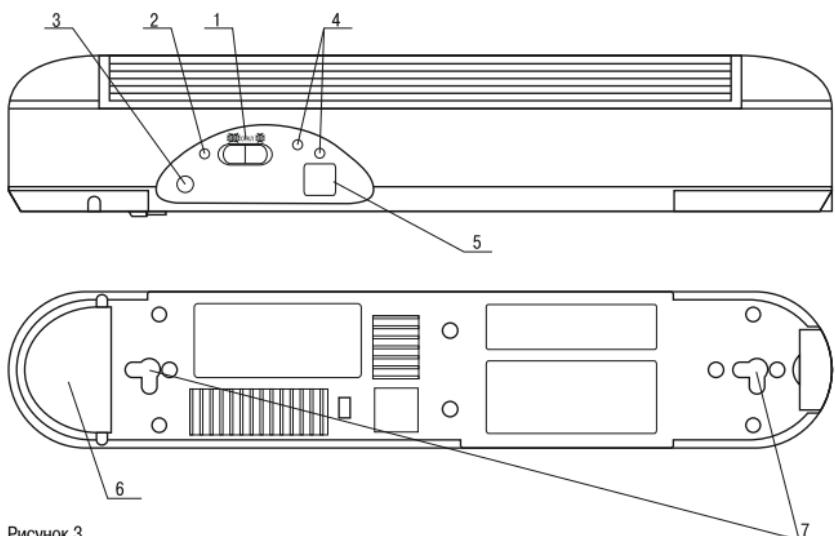

Рисунок 3
4.1.1 Светильники ЛБА 3923, ЛБА 3923А (рисунок 3)